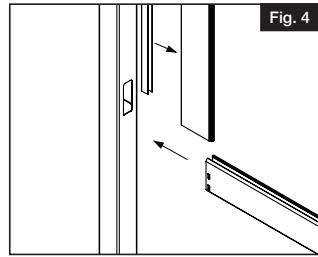

Fig. 4
- a. Enclencher la traverse inférieure du panneau intimité dans les deux poteaux du même mur (Fig. 4).